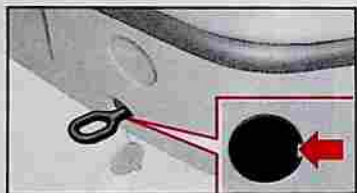
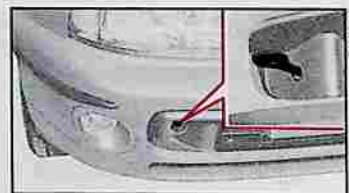

fig. 41
fig. 42
- 2) Enlever le couvercle situé sur le pare-chocs **fig. 41**, en faisant levier avec un tournevis au point indiqué par la flèche.
- 3) Visser à fond l'anneau sur l'axe fileté **AR fig. 41** ou **AV fig. 42**.